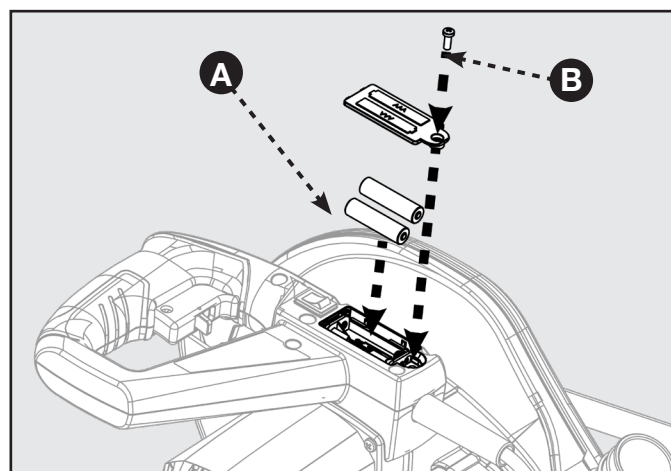

FIGURA 9
1. El compartimiento de las pilas (F) está ubicado en el brazo de control de la parte posterior de la sierra. Consulte la Figura 9.
2. Con el extremo Phillips de la llave para hojas suministrada, extraiga el tornillo (G) que asegura la tapa del compartimiento y levante la tapa.